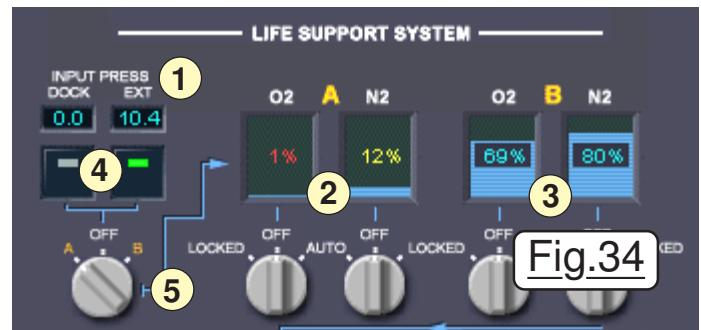

Fig.34
- Vérifier en **1** sur la Fig.34 que la valeur de **INPUT PRESS EXT** avoisine **10.4**. (À l'extérieur le personnel de servitude de la plate-forme a amené et raccordé les bouteilles de gaz sous pression)